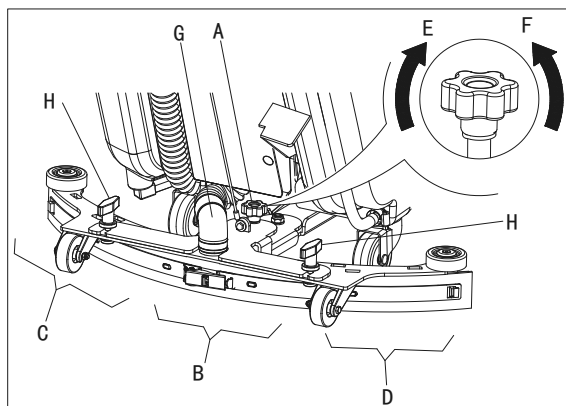

Figura 6
1. Instale la escobilla de goma y enrosque la tuerca (H), luego conecte la manguera de aspiración (G) con la escobilla de goma.
2. Ajuste la posición de la escobilla de goma mediante la palanca de ajuste de la escobilla de goma (A, Figura 6).
- a) Si queda un espacio entre el suelo y sección media de la lámina posterior de la escobilla de goma (B), ajuste la perilla (A) en dirección anti horaria (F) hasta que la entera sección de la lámina posterior de la escobilla de goma entre en buen contacto con el suelo, la lámina delantera tocando el suelo ligeramente.
- b) Si hay espacio entre el suelo y los dos extremos de la lámina posterior (C y D), ajuste la perilla (A) en dirección horaria (E) hasta que la entera sección de la lámina posterior entre en buen contacto con el suelo, la lámina delantera tocando el suelo ligeramente.